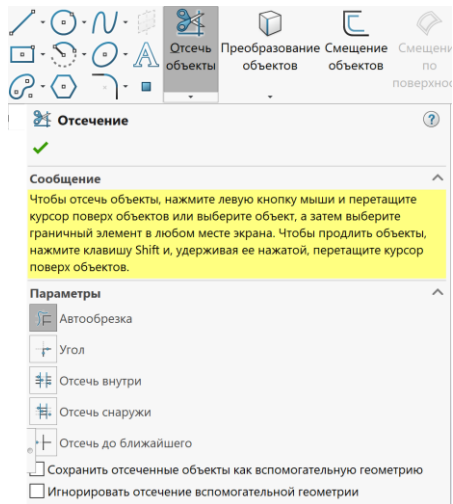

Рис. 22
9. Відсікаємо зайві лінії за допомогою інструменту **Відсікти об'єкти** (рис. 22). Затиснувши ліву кнопку миші, тягнемо скрізь контур, який потрібно видалити. Результат видалення наведено на рисунку 23.